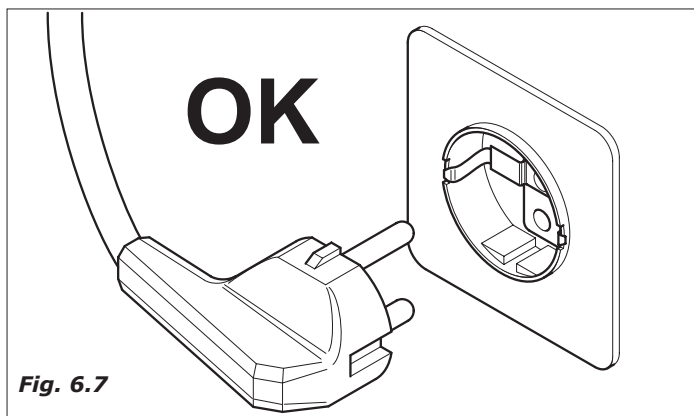

Fig. 6.7
- Il distributore è dotato di cavo di alimentazione H05VV-F 3x1,5mm², con spina SCHUKO (Fig.6.7).